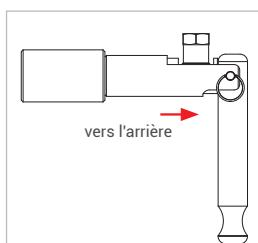

Figure 5
- ▶ Tirez légèrement sur le connecteur (flèche rouge *Figure 5*) dans le sens inverse du raccordement pour s'assurer de sa bonne fixation.